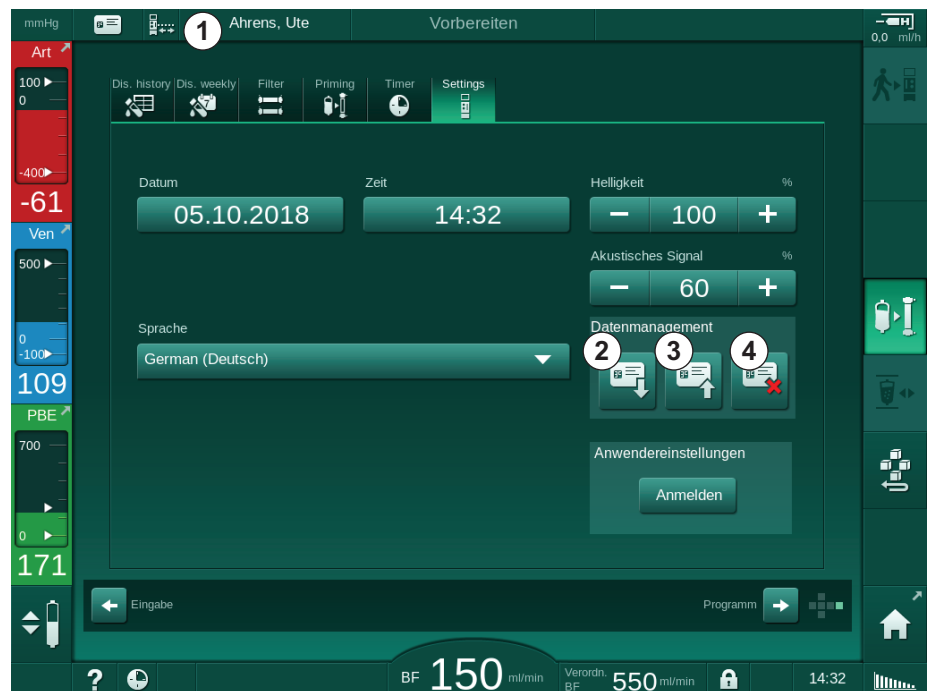

Abb. 11-3 Datenverwaltung auf dem *Einstellungs*-Bildschirm
1. Icon ③ in Abb. 11-3 berühren und bestätigen, um Daten nach einer Änderung zu speichern.
1. Icon ④ in Abb. 11-3 berühren, um Daten von der Patientenkarte zu löschen.